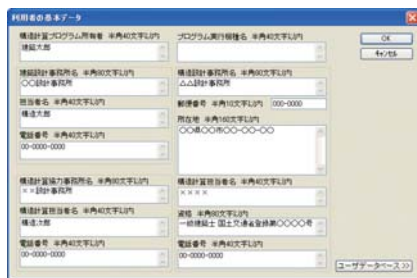

図2 利用者の基本データ入力画面
- 初期値の編集ができます。通常使用する仕上を登録した仕上材リストを作成しておくと、仕上荷重はこのリストを呼び出すだけで入力できます。また構造計算概要書に必要な情報(図2)やよく使う文章を登録し、再利用することができます。